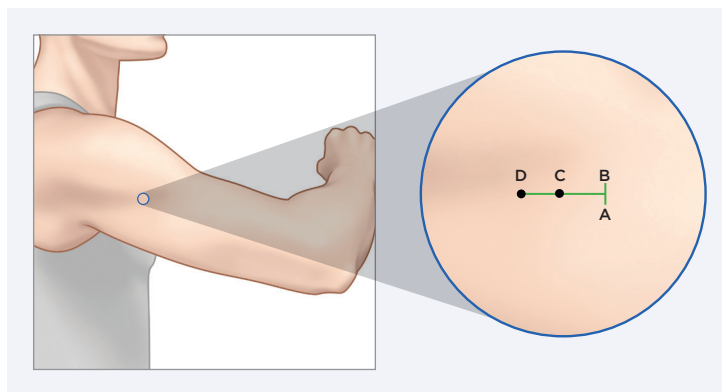

Figura 1
L'anestesia locale (circa 2 ml di Lidocaina) deve essere iniettata all'incirca 5 mm lungo l'incisione programmata (lungo AB) e all'incirca 30 mm perpendicolarmente all'incisione programmata (lungo CD), che è la traccia programmata dello strumento disseettore smusso. (Figura 1).
Cominciare l'incisione nel punto B (Figura 1) e andare verso il punto A, finché l'incisione non è di circa 5 mm.
2. Togliere il disseettore smusso dal vassoio e inserirlo a un angolo d'entrata di circa 45 gradi sulla linea mediana fra A e B (Figura 1 e 2), in modo che la punta e la parte smussata del disseettore si trovino sotto la pelle, finché i fermi di profondità toccano la pelle.